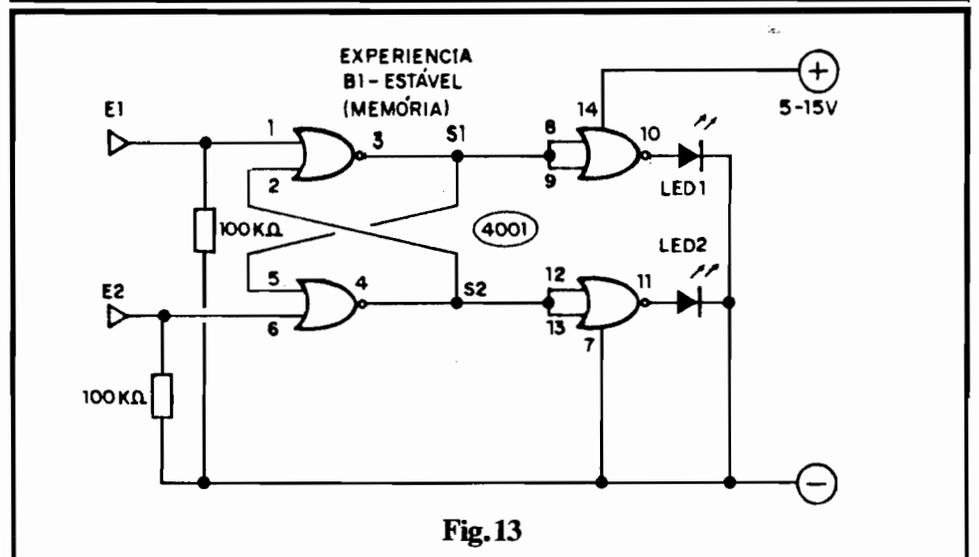

Fig.13
- FIG. 13 - (EXPERIÊNCIA) - BI-ESTÁVEL - Com o circuito já estabelecido sobre a matriz de contatos, ligue a alimentação e verifique que um dos LEDs acende... Raciocine a respeito (por **quê apenas um** dos LEDs acende...?). Ligue, por um momento, E1, e depois E2, à linha do **positivo** da alimentação (lembrando que normalmente ambas as Entradas estão "bai-